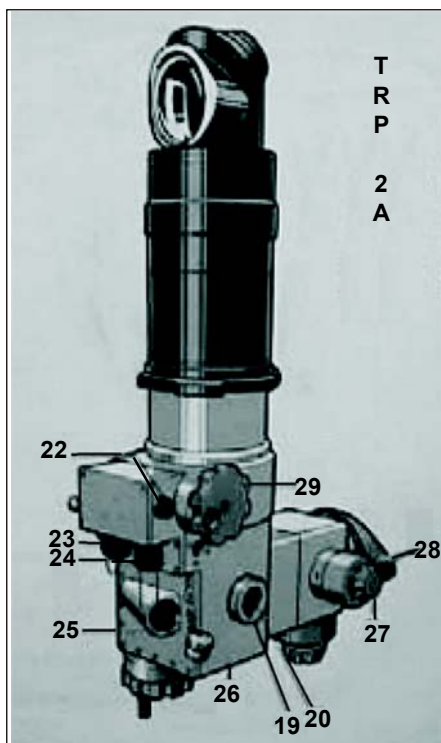

Fig 7-19
(1) A TRP (Fig 7-19 e 7-20) é monocular e apresenta as seguintes características:
**LEGENDA (Fig 7-19 e 7-20)**